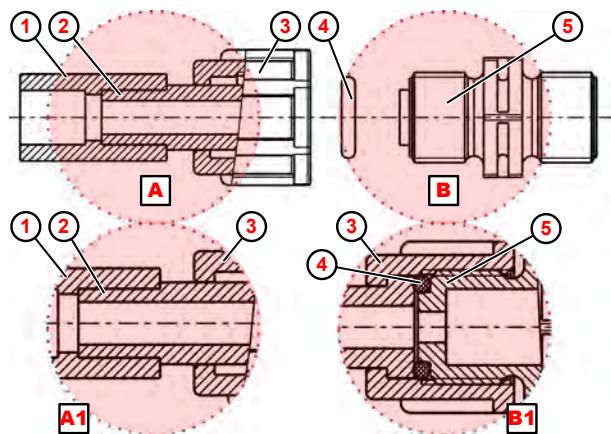

Fig. 10: Conexión de tubo con unión soldada
1. ➔ Soldar la unión soldada ( Fig. 10 , ① ) con la conexión de manguera.
2. ➔ Colocar la junta tórica ④ en la ranura de la válvula de descarga o aspiración ⑤ .
3. ➔ Apretar la tuerca de unión ③ (detalle ■ B1 ).